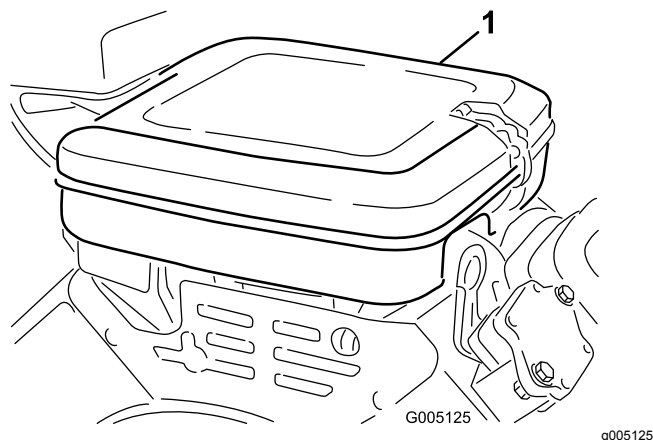

Figure 28
1. Nettoyez le couvercle du filtre à air (Figure 28).